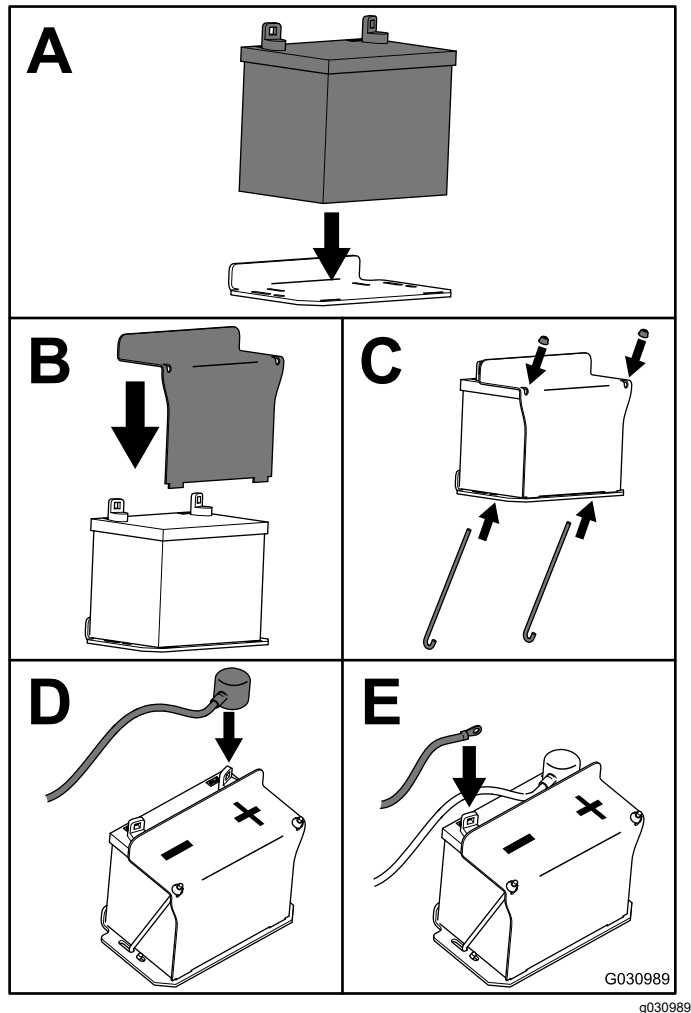

Figuur 62
5. Zodra de accu volledig is opgeladen, haalt u de acculader uit het stopcontact en maakt u de oplaadkabels los van de accuklemmen (Figuur 62).